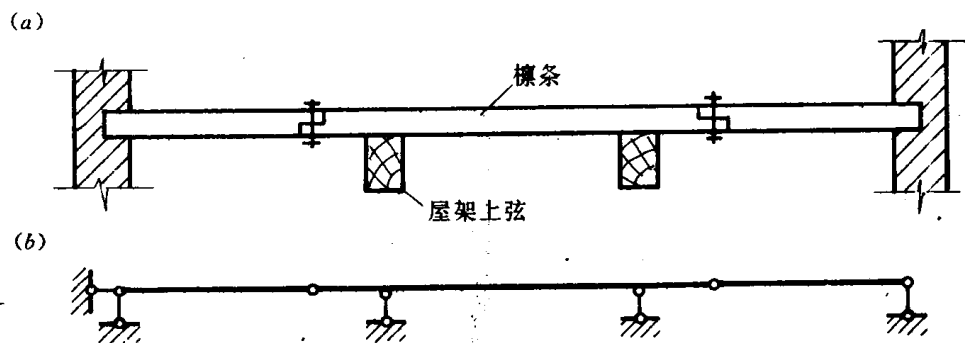

图 1-5
| 杆件结构 | $l \gg b, \quad l \gg h$ | 教材 图 1-5         |
**例 1-5** 图 1-5(a)所示为屋顶结构木檩条的构造,试画出木檩条的计算简图。
图 1-5(a)所示木檩条之间用榫和扒钉相互连接,这种连接可以限制檩条之间的相对移动,但不能限制其相对转动,所以,可以简化为铰结点。木檩条在中间支承于屋架上弦上,屋架上弦刚度相对较大,限制了檩条的竖向移动,可以简化为一竖向支杆;而檩条两端通过坐浆搁置于墙上,墙对檩条支承作用同上题分析。因此,檩条的计算简图可取为图 1-5(b)所示。